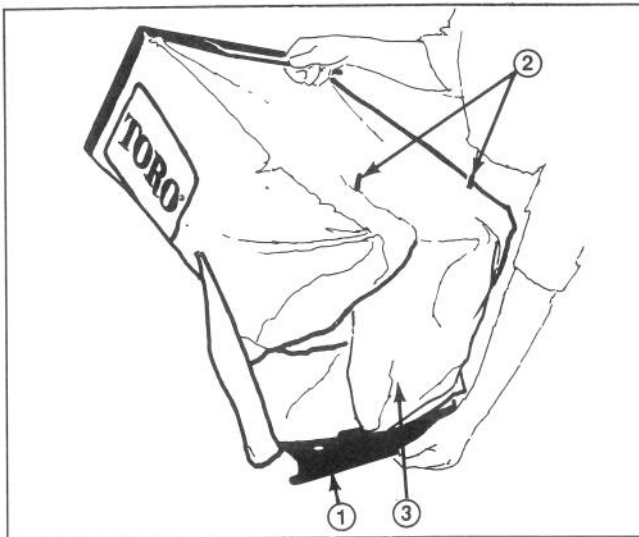

Figure 13
4. REMOCION DEL SACO—Sujete la manija del armazón del saco. Saque de las clavijas la varilla de plástico y pase la parte posterior del saco de forma que salga del armazón del saco (Fig. 13). Levante la tapa que cubre la parte posterior del saco. Levante gradualmente la parte delantera del saco mientras lo sacude para vaciarlo.